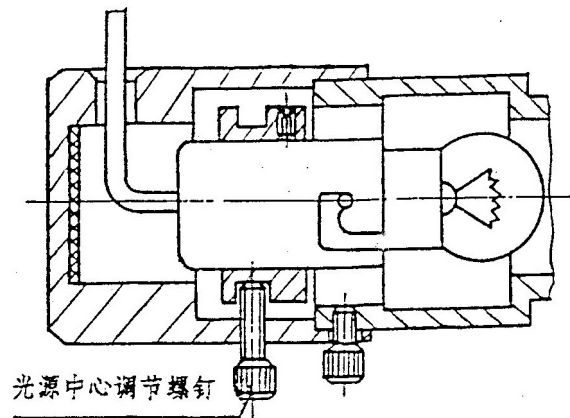

图 12
- a) 光源照明灯的中心位置将直接影响压痕的像质。如果像质模糊或光亮不均匀，则需调节光源中心。微量调节三个螺钉，使灯泡中心位置和光源中心位置一致。(图 12)